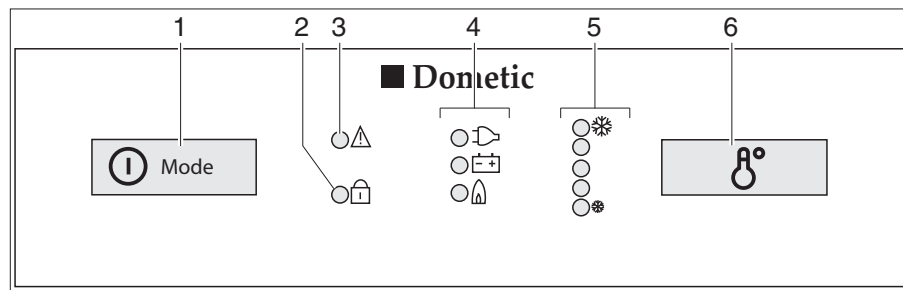

Bild 323 Reglage, knappar för kylskåpet (Dometic 8-serie med MES)
- Tryck på strömbrytaren/energiväljaren (Bild 323,1) i två sekunder för att starta apparaten. Lysdiod för senast valda driftläge tänds.
- Tryck eventuellt in strömbrytaren/energiväljaren (Bild 323,1) flera gånger tills driftindikatorn gas "🔥" tänds. Nu är gastillförseln öppen. Tändning sker automatiskt. Ett tickande ljud hörs tills tändningsproceduren är klar.
- Ställ in kyltemperaturen med brytaren för temperaturinställning (Bild 323,6).
- Tryck eventuellt in strömbrytaren/energiväljaren (Bild 323,1) flera gånger tills driftindikatorn 230 V "" tänds.
- Tryck eventuellt in strömbrytaren/energiväljaren (Bild 323,1) flera gånger tills driftindikatorn 12 V "" tänds.